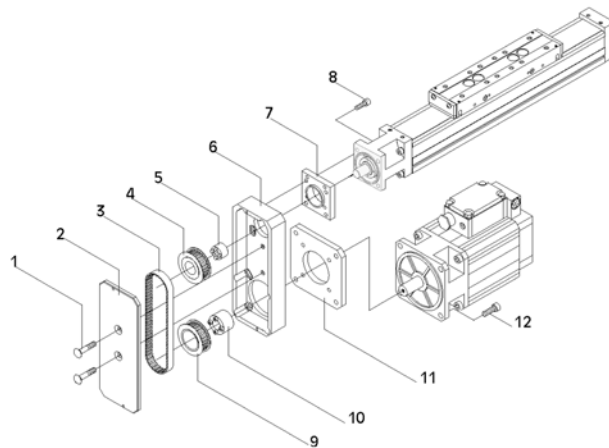
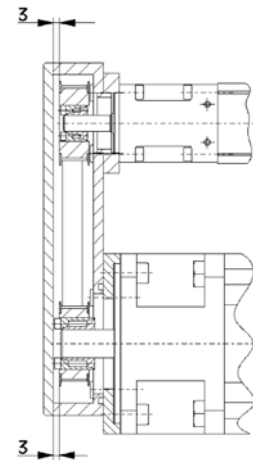

Figure 8: Transmission par courroie RT40
Figure 9: RT40
1. **Figure 8:** Fixer le carter (6) avec la plaque intercalaire (7) sur le logement de palier du WM40.
2. Emboîter le disque synchrone (4) sur le tourillon d'entraînement du WM40 avec le jeu de serrage DKWN de diamètre intérieur 8 mm (5).
3. Fixer le moteur d'entraînement avec la bride intermédiaire (11) sur le carter en ne serrant pas encore les vis à fond.
4. Emboîter le disque synchrone (9) sur l'arbre du moteur avec le jeu de serrage DKWN de diamètre intérieur 14 mm (10).
5. Faire passer la courroie crantée (3) autour des deux disques synchrones en les alignant l'un par rapport à l'autre. Fixer ensuite les disques synchrones sur le tourillon d'entraînement et sur l'arbre du moteur avec les jeux de serrage DKWN. (Pour le couple de serrage des vis sur le jeu de serrage DKWN, voir le tableau au chapitre 10 " Caractéristiques ".) Distance entre bord supérieur du carter et disque synchrone 3 mm (voir Figure 9).
1. **Figure 8:** Tendre la courroie crantée en déplaçant le moteur avec la bride intermédiaire (11).
2. Visser le couvercle (2) sur le carter.